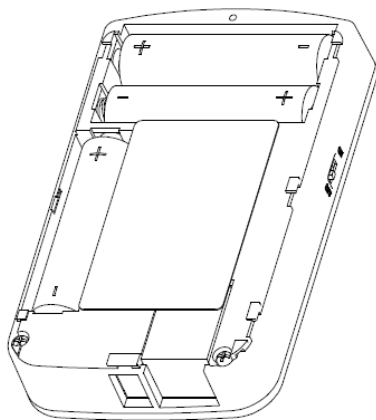

图2 按图示位置安装3节AA电池
- 使用3节标准AA电池（1.5V），按图2所示的正、负极方向将电池放入电池盒内。